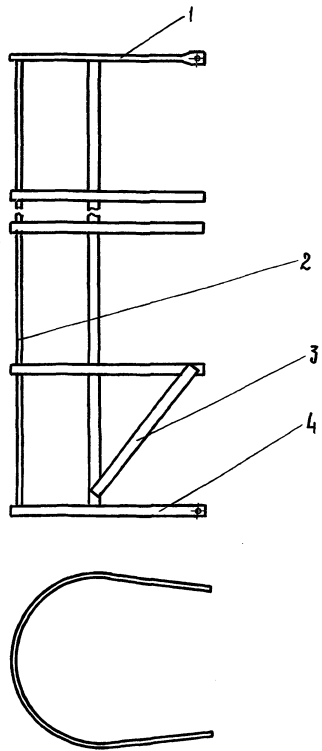

Рис. 6 Ограждение 1132.02.000СБ
- зафиксировать верхнюю часть стремянки (каретку), вращая ручку фиксатора (рис. 6) по часовой стрелке до упора;